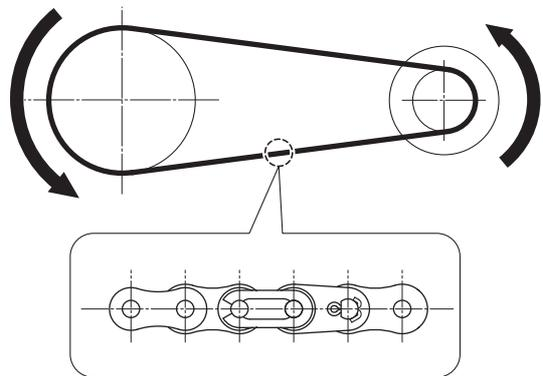

図 2-30
- チェン40H×60Lの組み付け方向は、図 2-30の通りです。